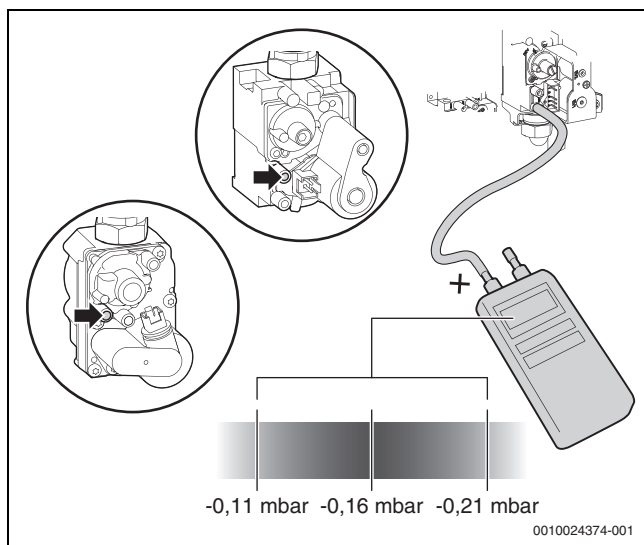

Fig. 38 Misurare la pressione differenziale
- Misurare la pressione differenziale del rubinetto gas (→ fig. 38). La pressione differenziale ottimale è -0,16 mbar.